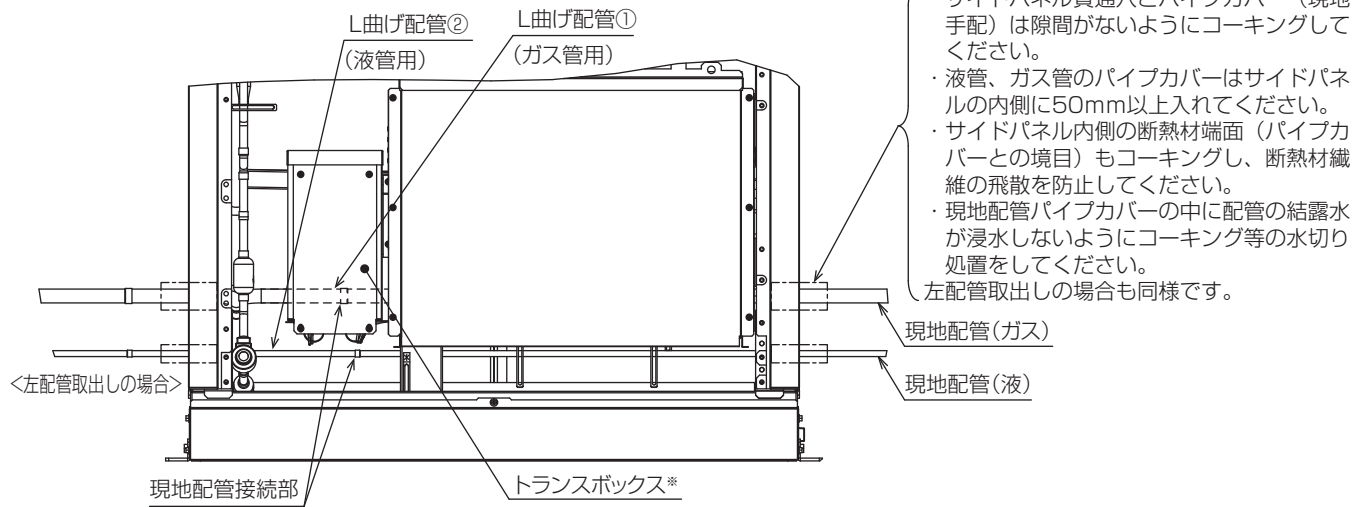

図3
5. 付属配管・現地配管前面からろう付接続を行う。（図2・図3）
現地配管接続部（図3）→ 付属配管接続部（図2）
6. パイプカバーを取付ける。（図3）